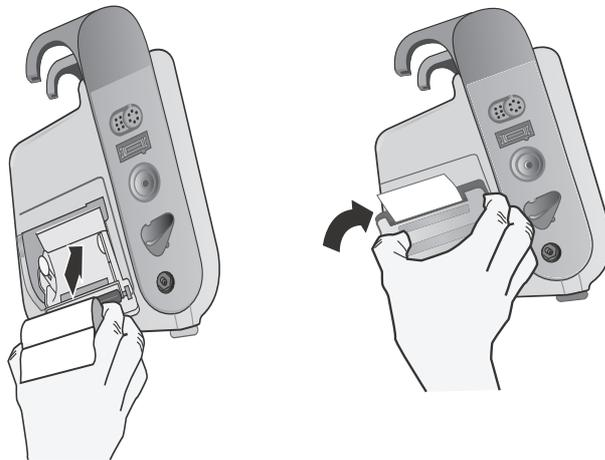

Abbildung 24-2. Einlegen des Papiers und Schließen der Druckerklappe
4. Legen Sie das Papier wieder in das Gerät ein und schließen Sie die Klappe (siehe Abb. 24-2).